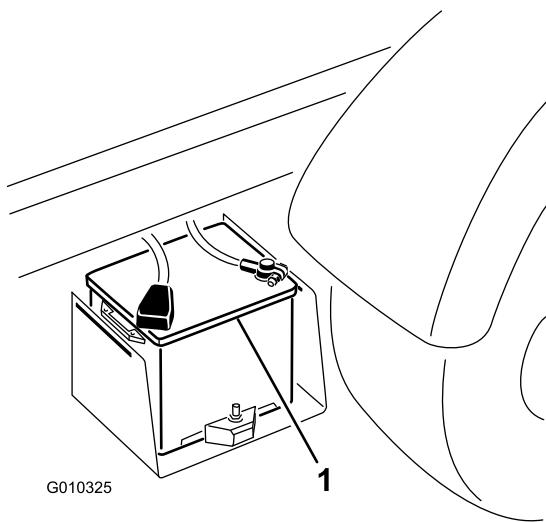

図 52
- 2台のバッテリーのプラス端子同士をブースターケーブルでつなぐ図 52。端子を必ず確認すること。バッテリーカバーの「」の印で確認できることが多い。